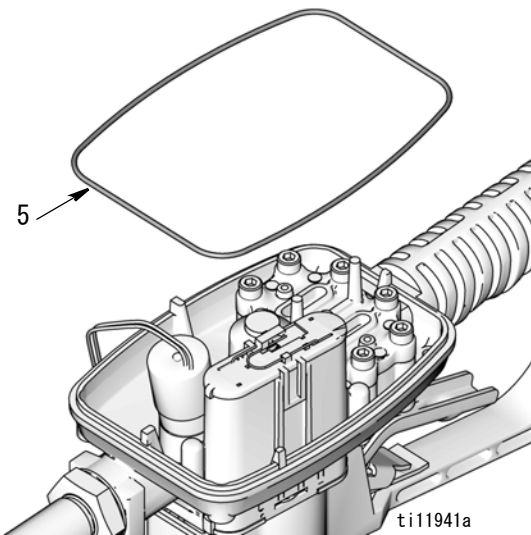

図 35
7. O リング (5) を取り外して廃棄します (図 35)。